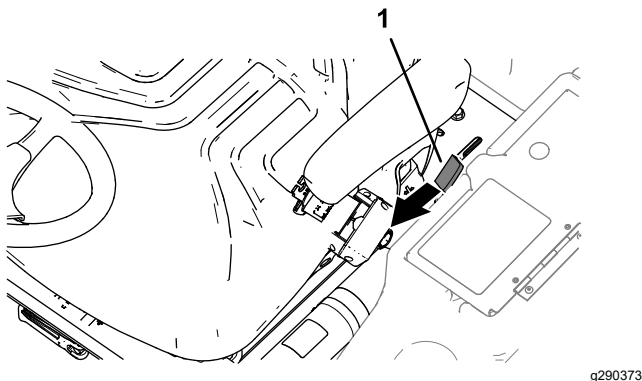

Figura 48
1. Spostate la maniglia di fermo della pedana (Figura 48) verso la parte anteriore della macchina fino a quando il dispositivo non si sgancia dalla barra di bloccaggio.